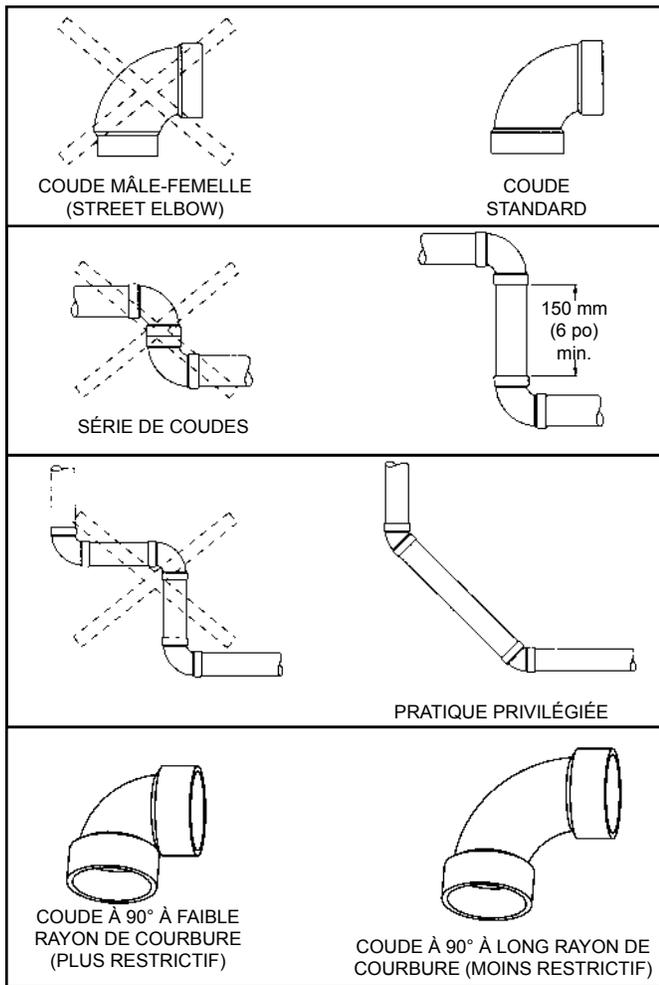

Figure 25
Note: les renseignements de la Figure 25 sont fournis à titre indicatif. Bien qu'ils cherchent à illustrer les meilleures pratiques en matière de ventilation, ils n'ont pas priorité sur les exigences du "**Code d'installation du gaz naturel et du propane**" **B149-1**, ou de tout autre code local ou provincial.
3. N'utilisez pas deux coudes à 90° "bout-à-bout"; ne pas utiliser de coudes mâle-femelle (street elbow). Il doit y avoir une section droite d'une longueur minimale de 150 mm (6 po) entre deux coudes consécutifs. Les coudes placés trop près l'un de l'autre et les coudes à faible rayon de courbure réduisent fortement la capacité d'évacuation. Figure 25 présente des exemples de raccords de conduits d'évacuation.